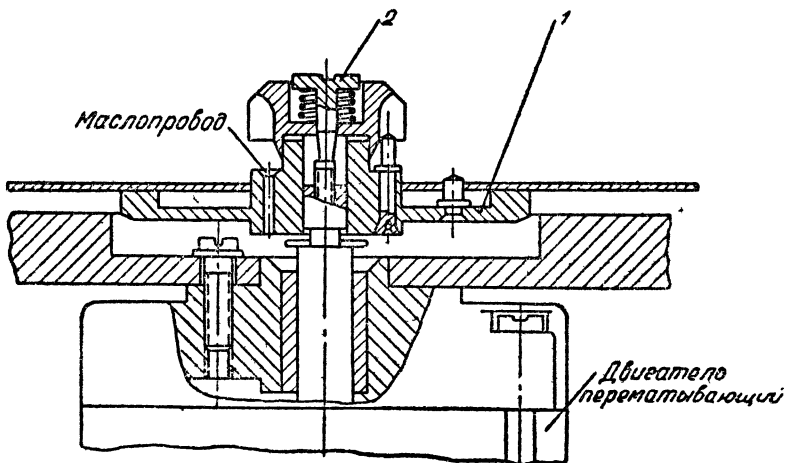

Рис. 10. Узел бобины лентопротяжного механизма.
Нижний подшипник каждого из перематывающих двигателей смазывается через масленку, расположенную на плате возле подтарельника. Верхний подшипник смазывается через отверстие в подтарельнике (рис. 10).
4. Планшайба (подтарельник, рис. 10—1) на валу каждого из перематывающих (боковых) двигателей при недостаточно прочном креплении может проворачиваться. Обнаружить это легко при остановке после ускоренного хода ленты вперед или при обратной перемотке.
Устранить этот дефект можно завинчиванием винта до отказа (рис. 10—2). Для того чтобы вместе с винтом не проворачивался и вал двигателя, надо одной рукой прижать тормозную ленту к тормозному шкиву через окно в нижней крышке двигателя.